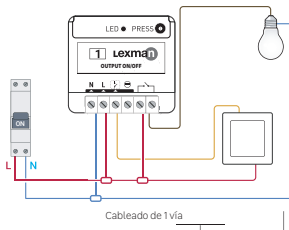

Figura 1
3. Realice el cableado del receptor ON/OFF según el esquema (figura 1).